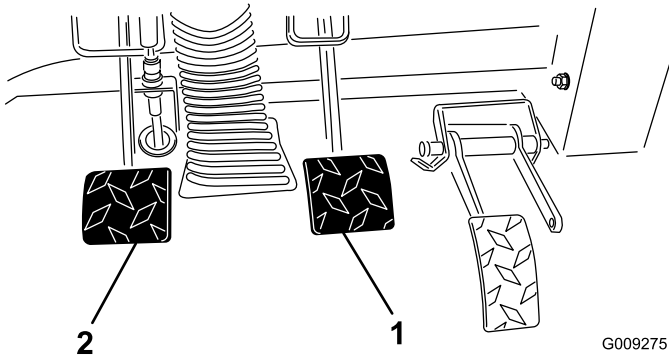

Figura 65
2. Levante o pedal de travão (Figura 65) até que este entre em contacto com a estrutura.